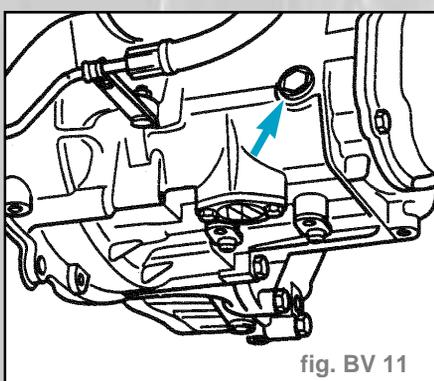

fig. BV 11
- Dévisser le boulon pour le contrôle de l'huile de boîte (flèche) (fig. BV 11).